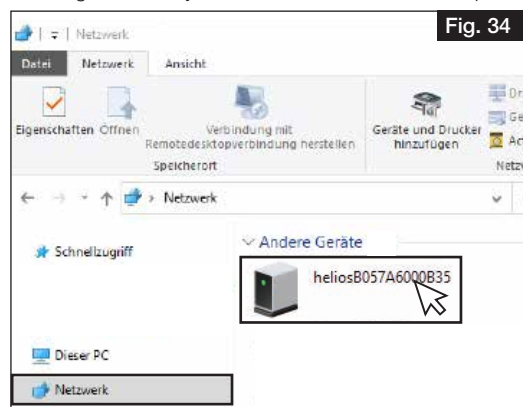

Fig. 34
- Ouvrir le poste de travail et cliquer sur Réseau, voir Fig. 34.
- ① **La détection du réseau doit être activée !**
- Double-cliquer sur l'appareil correspondant, voir Fig. 34.